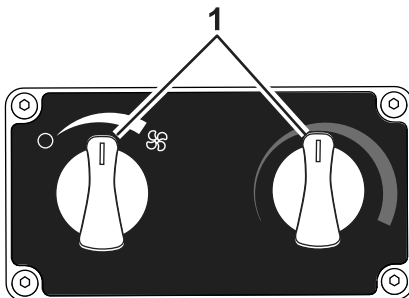

Bild 6
6. Bringen Sie die Regelknöpfe in die mittlere Position, wie in Bild 6 gezeigt.